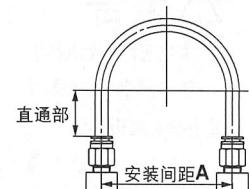

图1 推荐配管图
① 快换管接头配管时，请在图1推荐的配管条件下，确保管子长度保有余量后配管。